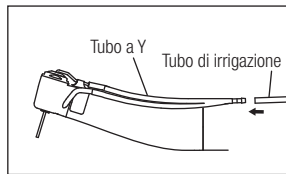

Fig. 9
- 2) Collegare saldamente il tubo di irrigazione al connettore a Y. (Fig. 9)